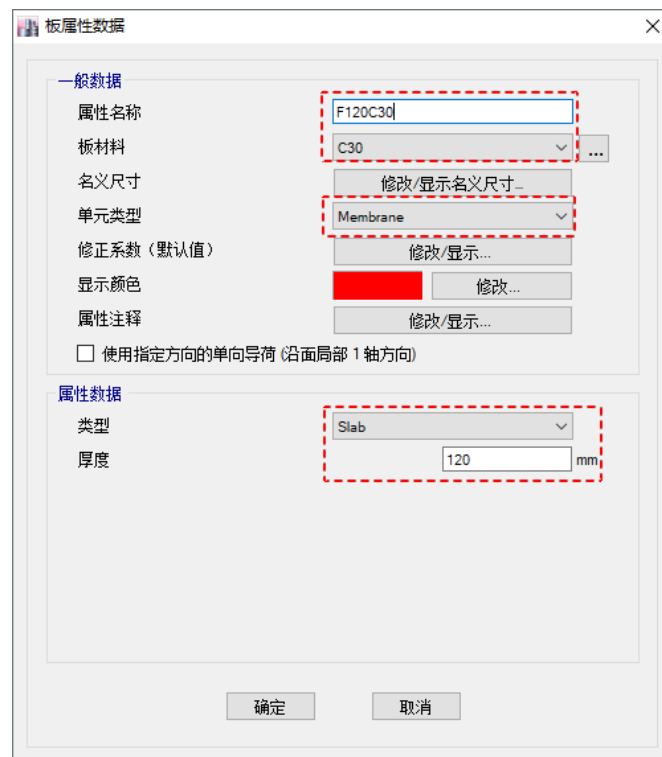

图 3-15 板属性数据对话框
2. 点击添加新属性按钮，弹出板属性数据对话框，如图 3-15 所示：